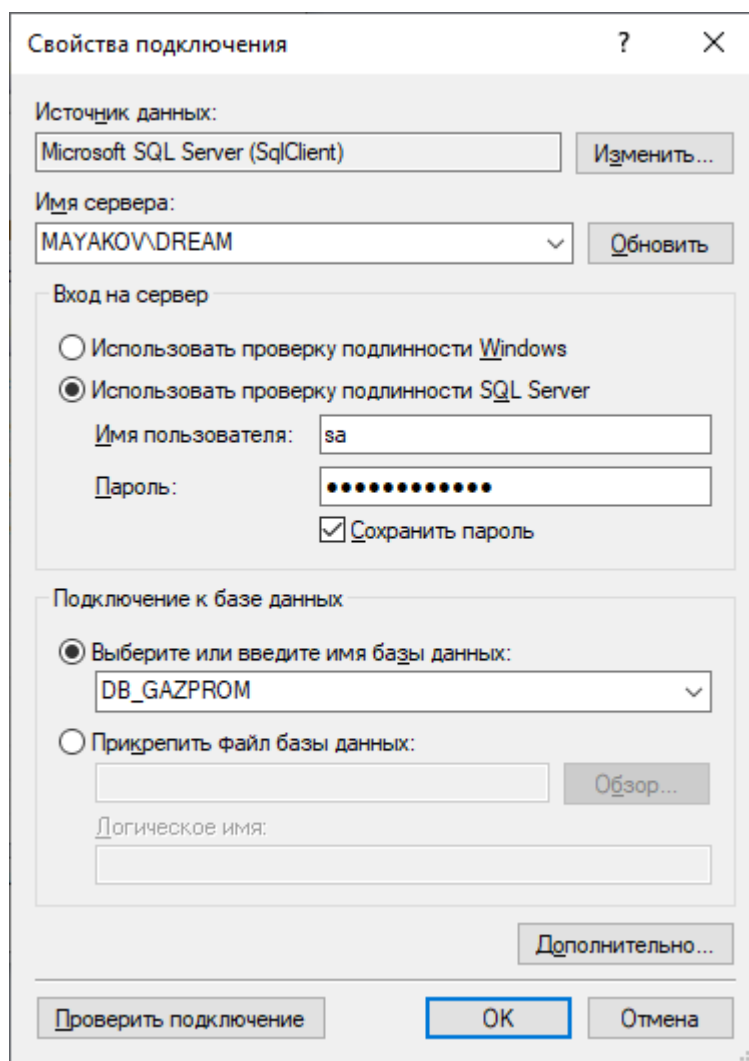

Рисунок 3.1.13
- в открывшемся окне «Свойства подключения» (см. Рисунок 3.1.13) необходимо в поле «Вход на сервер» переключить проверку подлинности на SQL Server и ввести данные аутентификации, введённые ранее. Данные аутентификации по умолчанию:
- закрыть окно «Свойство подключения», нажатием на кнопку «ОК» (см. Рисунок 3.1.13)